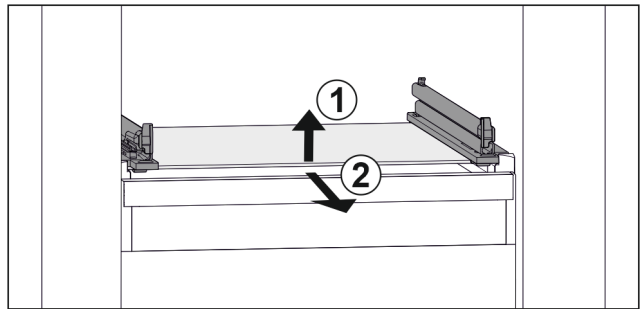

Fig. 35 Приблизне відображення скляної пластини
- ▶ Підняти скляну пластину спереду. *Fig. 35 (1)*
- ▶ Вийняти скляну пластину рухом вперед. *Fig. 35 (2)*